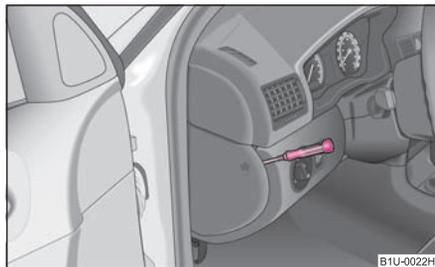

Fig. 175 Couvercle des fusibles: côté gauche du tableau de bord
- Enlevez le cache des fusibles sur le côté du tableau de bord à l'aide d'un tournevis ⇒ fig. 175 resp. le cache des fusibles dans le compartiment moteur ⇒ page 199.